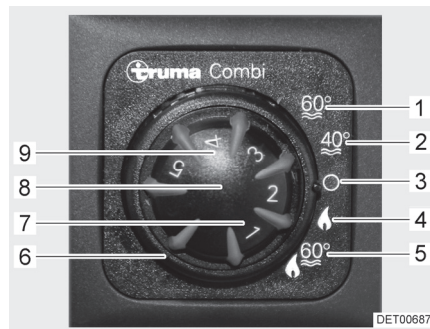

Bild 59 Bedieneinheit
- Betriebsart mit dem Drehschalter (Bild 59,6) einstellen.
Bei Winterbetrieb "Heizung und Warmwasser-Bereitung" (Bild 59,5) wird beim Einschalten der Heizung automatisch auch das Brauchwasser erhitzt. Wenn die Heizung bei Erreichen der gewünschten Raumtemperatur abschaltet, wird das Brauchwasser weiter erhitzt, bis die Wassertemperatur erreicht ist.
Die Heizung kann in der Betriebsart "nur Heizung" (Bild 59,4) mit leerem Brauchwasser-Behälter betrieben werden.
- Temperatordrehknopf (Bild 59,8) an der Bedieneinheit auf gewünschte Heizstufe stellen.
- Drehschalter (Bild 59,6) auf Winterbetrieb "nur Heizung" (Bild 59,4) oder auf Winterbetrieb "Heizung und Warmwasser-Bereitung" (Bild 59,5) stellen.
Grüne Kontroll-Leuchte (Bild 59,7) leuchtet.
- Drehschalter (Bild 59,6) auf "O" (Bild 59,3) stellen.
- An der Bedieneinheit (Bild 59) Drehschalter (Bild 59,6) auf "Sommerbetrieb" (Bild 59,1 oder 2) stellen.
Die gelbe Kontroll-Leuchte (Bild 59,9) leuchtet während der Aufheizphase. Bei Erreichen der eingestellten Wassertemperatur ist die Aufheizphase beendet und die gelbe Kontroll-Leuchte erlischt.
Bei Störung leuchtet die Kontroll-Leuchte (Bild 59,9) an der Bedieneinheit rot (siehe Abschnitt 14.5).
- An der Bedieneinheit (Bild 59) Drehschalter (Bild 59,6) auf "O" stellen.